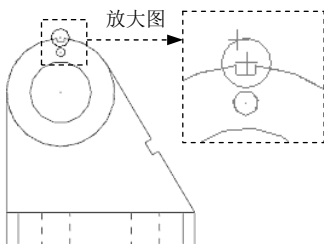

图 7.6.20 绘制圆
② 设置详图形式。在“详图形式”对话框中选中 **循环** 单选项。
③ 单击 **✓** 按钮完成详图形式的设置。
④ 定义详图位置。绘制图 7.6.20 所示的圆，系统弹出图 7.6.21 所示的“参数”对话框。